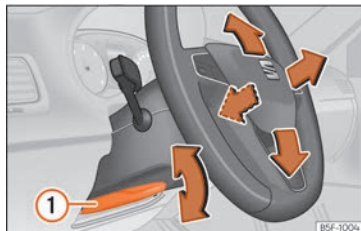

Abb. 21 Hebel auf der linken unteren Seite der Lenksäule.
• Lenkradposition einstellen: Ziehen Sie den Hebel » » **Abb. 21** ① nach unten, bringen Sie das Lenkrad in die gewünschte Position und schieben Sie den Hebel wieder nach oben, bis er seine Verriegelungsposition erreicht.